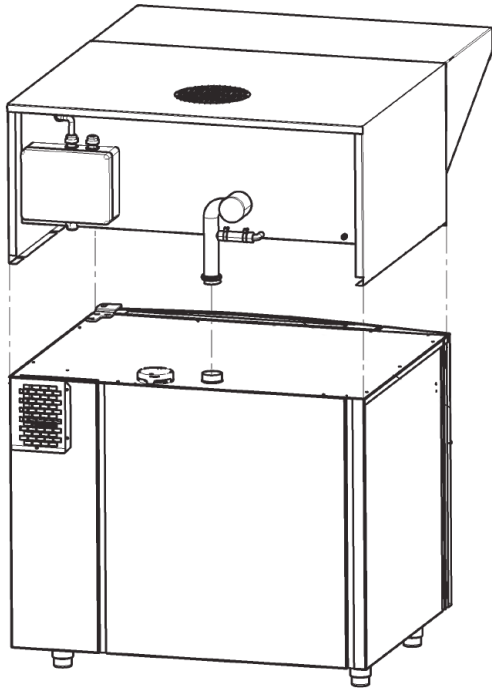

Abbildung 2: Montieren das Rohr auf dem Kamin bei der Haube - Typ 0610
- Montieren Sie die Haube - Typ 0610 auf dem Gerät und achten Sie darauf, den Haubeneingang (das Rohr auf der Rückseite der Haube) korrekt an den Kamin des Geräts aufzusetzen (siehe Abb.2.) Aufgrund des Gewichts der Haube sind mehrere Personen erforderlich, um diesen Schritt durchzuführen.